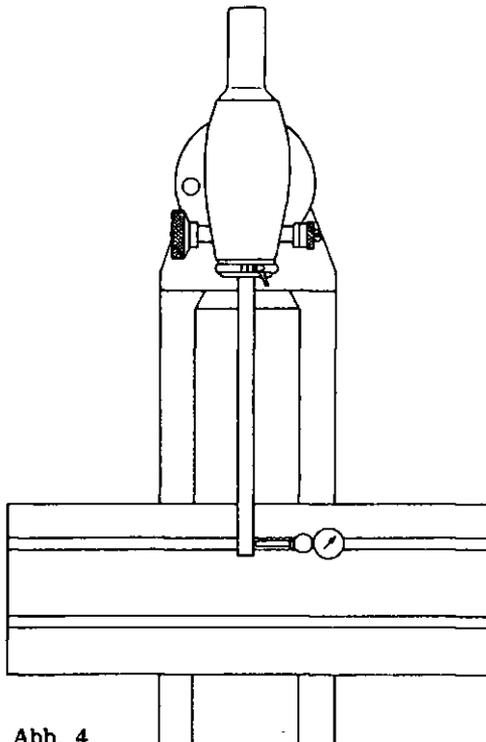

Abb. 4
## c) Genaues Ausrichten der Senkrechtstellung (Abb. 4)
1) Das Ausrichten der Fräskopfspindel auf genaue Senkrechtstellung erfolgt wie in Abb. 4 angegeben.